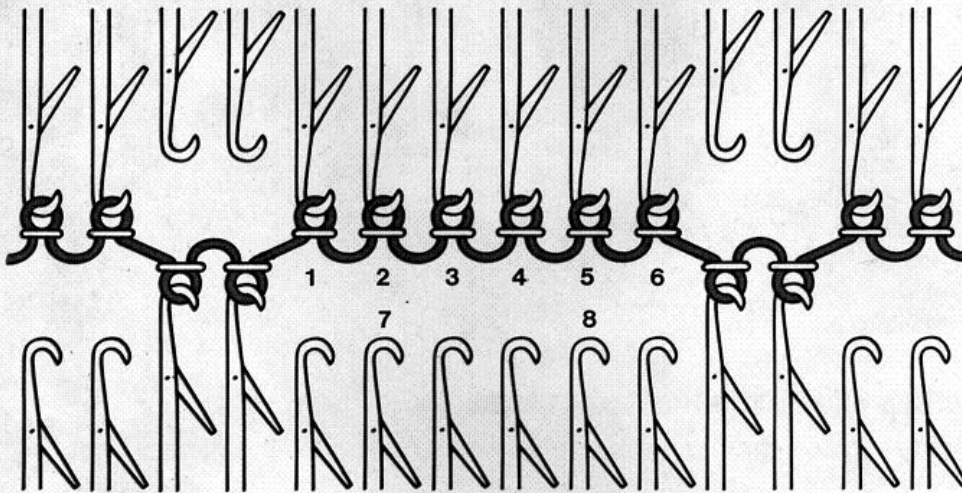

Fig. 62
- Disposer les aiguilles comme indiqué sur fig. 62, la torsade se fera sur les aiguilles 1 à 6.